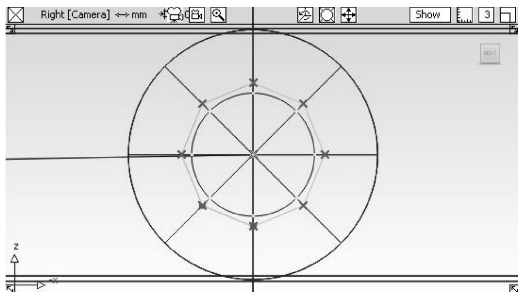

图 5-77 创建圆形曲线
- 21 执行标记菜单中【Pick nothing】命令，取消对曲线的选择。选择【Circle】工具 ，在【Right】正交视窗中，按住键盘上的【Ctrl】键，使圆形曲线中心与刚刚创建的曲线端点重合，缩放圆形曲线，如图 5-77 所示。